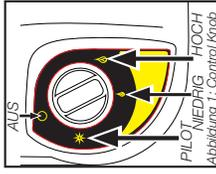
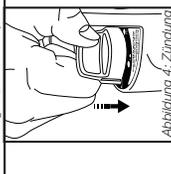

Abbildung 1: Control Knopf
Abbildung 4: Zündung
- Vergewissern Sie sich, dass der  Bedienungsknopf in der „AUS“-Position ist; siehe Abbildung 1.
- Den Schalter entgegen dem Uhrzeigersinn auf die "PILOT"-Position  drehen und zum Anzünden herunterdrücken; siehe Abbildung 1 und Abbildung 4.
- Nachdem die Brennfleise hell orange ist, die Heizleistung mit dem Kontrollschalter auf die gewünschte Position („NIEDRIG“  oder „HOCH“  einstellen). Abbildung 1.